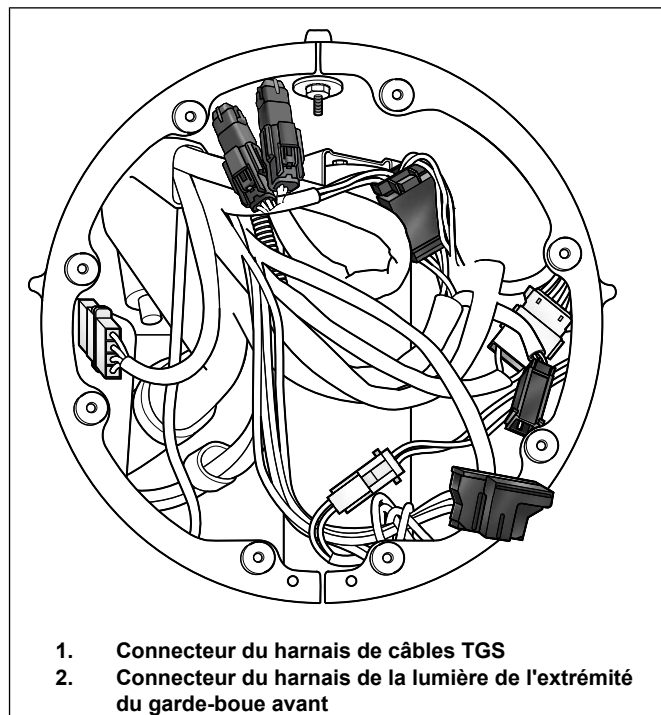

Figure 7. Câblage des phares de la Road King
- a. Consultez Figure 7 . Localisez le câblage de la lumière d'extrémité d'aile.
- a. Consultez Figure 7 . Localisez le câblage de la lumière d'extrémité d'aile (2).
5. Consultez Figure 7 . Connectez la moitié du connecteur TGS de la poignée droite à la moitié du connecteur du harnais (1).